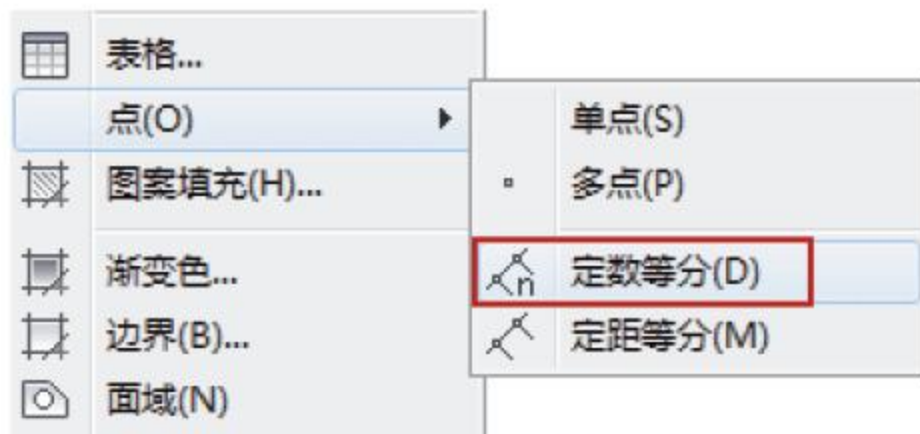

图3-120 选择命令
- 菜单栏：选择菜单【绘图】|【点】|【定数等分】命令，如图3-120所示。